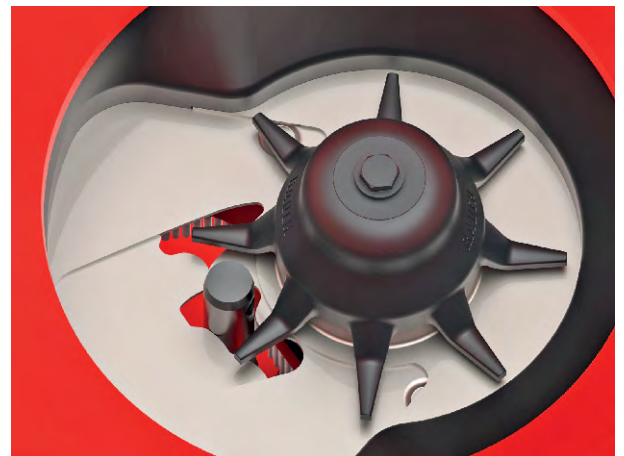

Abb. 57: Unterlenkerbolzen in Dosieröffnung
- ✓ Der Dosierschieber ist leicht gegen den Bolzen gedrückt. Siehe *Abb. 57 Unterlenkerbolzen in Dosieröffnung*.